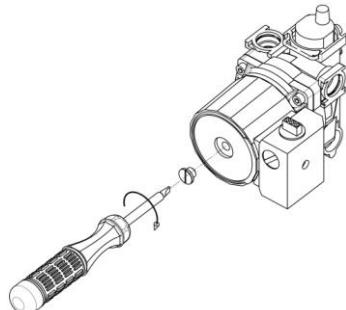

Рис. 10. Проверка циркуляционного насоса
- 9) не блокирован ли насос. Для этого при помощи отвёртки открутите заглушку насоса и проверните его вал несколько раз туда и обратно (см. Рис. 10), при этом котёл необходимо отключить от электросети (вынуть вилку из розетки). Затем плотно закрутите заглушку. При выполнении данной операции возможны протечки теплоносителя из насоса, после установки заглушки необходимо удалить остатки теплоносителя с компонентов котла (протереть);